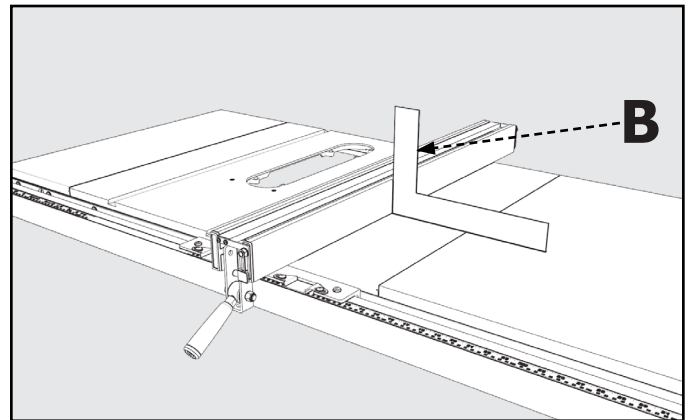

FIGURA 14
2. Usando una regla T (B) en el medio del carril de tope, verifique si el carril de tope está en posición perpendicular a la mesa, como se muestra en la **Figura 14**.